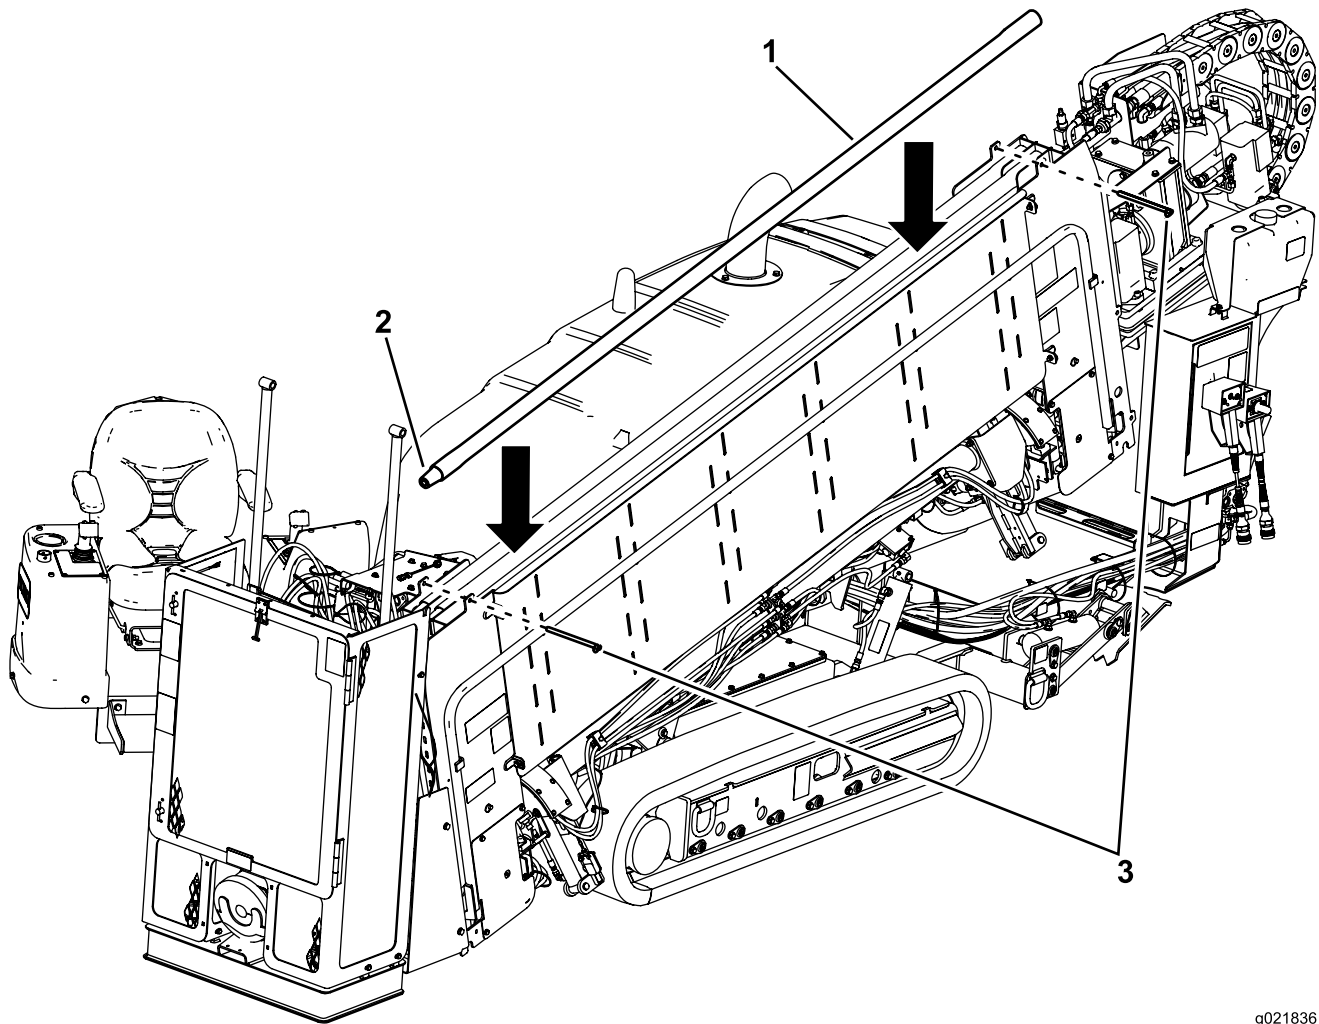

Bild 68
1. Nehmen Sie die Lastösenbolzen vom Gestängehalter ab (Bild 68).
2. Führen Sie die Rohre von oben ein, wobei die Rohrenden mit Außengewinde zum vorderen Ende der Maschine zeigen (Bild 68).